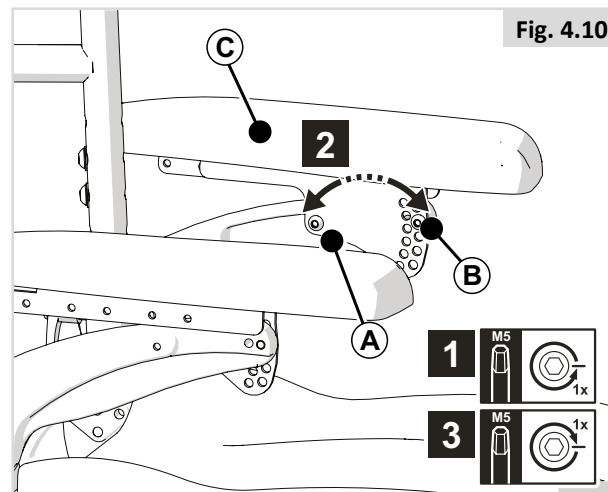

Fig. 4.10
TRIN 2 (Fig. 4.10)
For at kunne nå den bageste skrue ved laveste armlænsenhøjde, skal du først løsne skrue (A) i Fig. 4.10 og justere pudens vinkel.